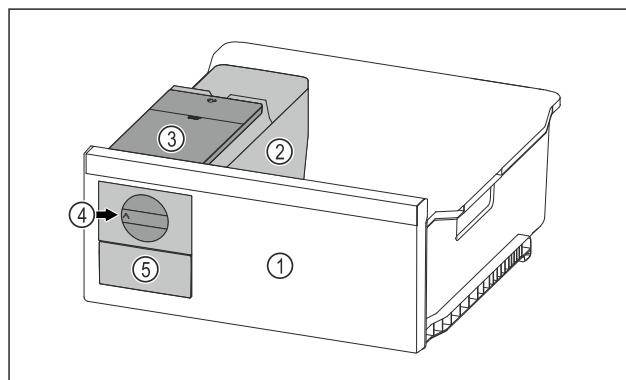

Fig. 68 Примерное изображение
- Поверните поворотную кнопку Fig. 68 (4) по часовой стрелке до упора.
- Кубики льда упадут из ванночки для кубиков льда в выдвижной ящик для кубиков льда Fig. 68 (5).